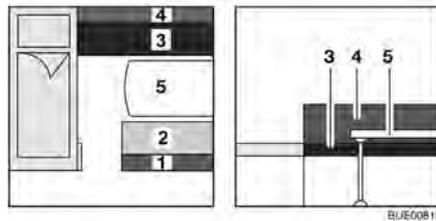

Bild 92 Vor dem Umbau
- Tisch (Bild 92,5) zum Bettunterbau umbauen (siehe Abschnitt 6.11).
- Die Rückenpolster (Bild 92,1 und 4) und die Sitzpolster (Bild 92,2 und 3) abnehmen.